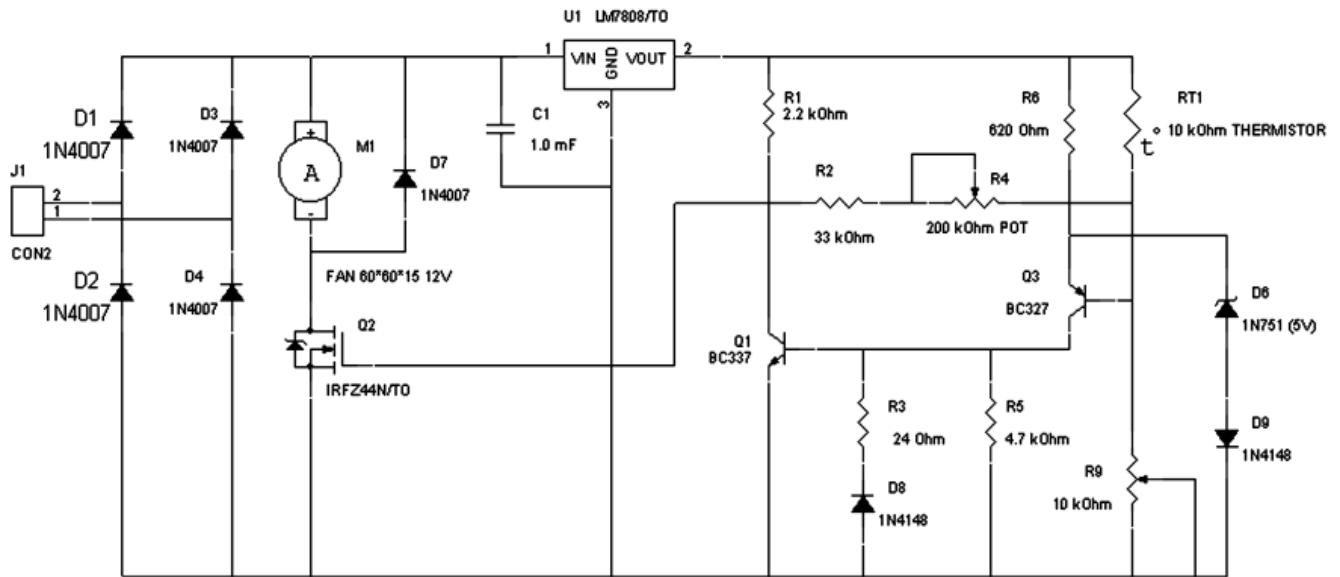

рис. 6
**"Схема автоматического включения вентилятора"** (<http://altec.nm.ru/lib02/~altec438.html>) срабатывает при повышении температуры окружающей среды или электронного устройства. В качестве сенсора температуры используется термосопротивление RT1 (рис.6). В зависимости от месторасположения сенсора можно выбрать приоритетные области контроля. В качестве вентилятора используют один или несколько вентиляторов от компьютерных источников питания.